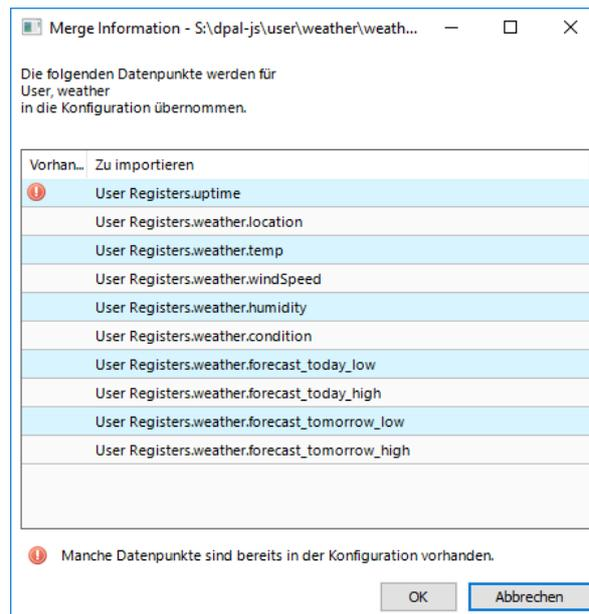

Abbildung 7: Einfügen von Datenpunkten an seiner Skript-Ressource
4. Wenn die Skript-Ressource eine Datenpunkt-konfiguration enthält, werden User Register und Favoriten daraus in die bestehende Konfiguration eingefügt. Ein Dialog wie in Abbildung 7 listet die einzufügenden Datenpunkte auf und weist eventuelle Konflikte aus. Bereits existierende Datenpunkte werden nicht überschrieben.